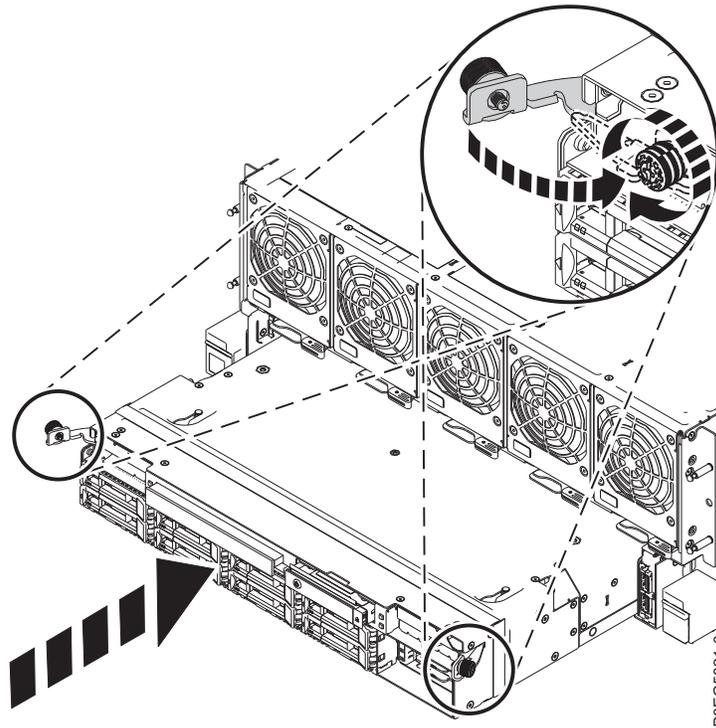

Figura 13. Colocación de la placa posterior de la unidad de disco en la parte frontal del chasis del sistema
3. Presione los pestillos y apriete los tornillos de mano, tal como se muestra en la Figura 13.